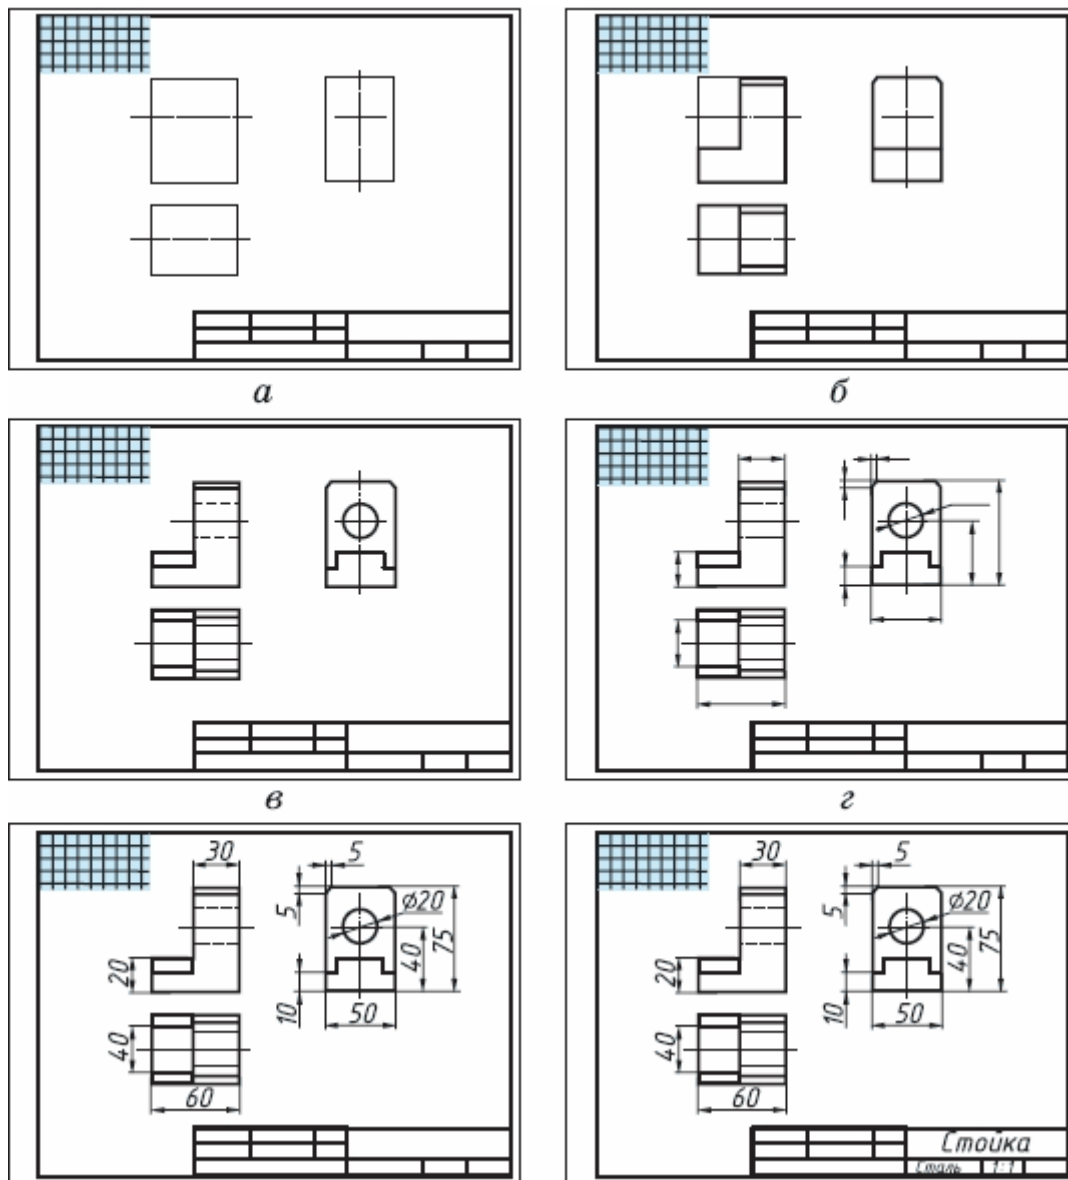

Рис. 13
Строят изображения детали на эскизе в такой последовательности (рис. 13).
2. Определяют, как лучше разместить изображения на поле чертежа, и вычерчивают тонкими линиями габаритные прямоугольники. При необходимости проводят осевые и центровые линии (рис. 13, а).
3. Наносят на видах внешние (видимые) контуры детали (рис. 13, б).
4. Штриховыми линиями изображают невидимые части и элементы детали (рис. 13, в). Обводят эскиз.
5. Наносят выносные и размерные линии (рис. 13, г).
6. Обмеряют деталь, наносят размерные числа и, в случае необходимости, требуемые надписи (рис. 13, д).
7. Заполняют основную надпись (рис. 13, е), где указывают название детали, материал, из которого она изготовлена, другие сведения.